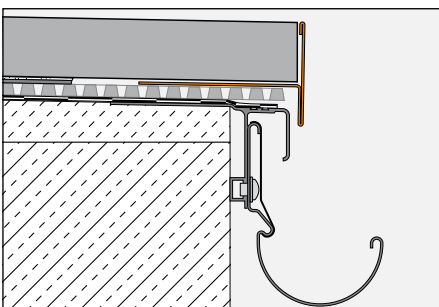

Abb. 2
Verarbeitung für Verlegung von selbsttragenden Plattenelementen auf Mörtelauflegepunkten mit BARA-RT / BARA-RTC (Abb. 2 und 3)
3.2 Bei Verlegung auf TROBA-PLUS mit den Dünnbettschalungsringen (Abb. 2) Schlüter-TROBA-STELZ-DR überdeckt das Abschlussprofil BARA-RT / BARA-RTC den freien Rand der Belagskonstruktion. Dabei werden die äußeren Dünnbett-Auflagepunkte auf dem trapezförmig gelochten Befestigungsschenkel von BARA-RT / BARA-RTC positioniert. Anschließend werden die selbsttragenden Plattenelemente auf die Auflagepunkte verlegt.